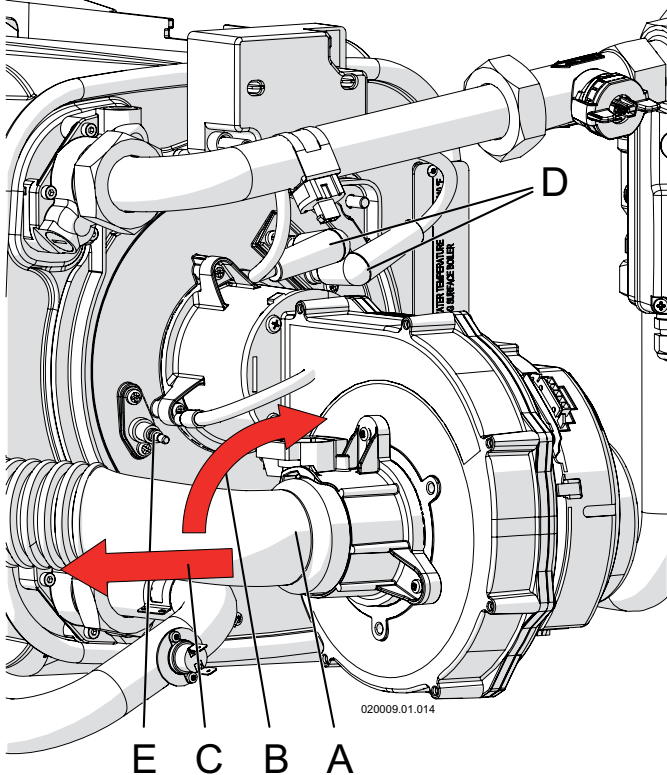

Figura 17.3 - Smontaggio collettore aria
- 3.- smontare collettore aria "A" di Figura 17.3;